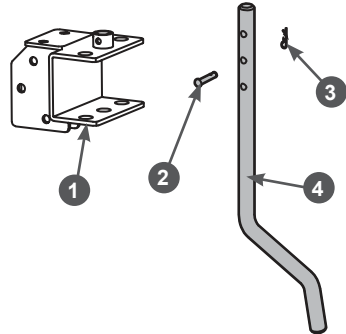

Рис. 15. Установка сошника
- Вставьте сошник 4 в центральное отверстие в заднем кронштейне 1 рамы, совместите нужное отверстие в сошнике с отверстием в кронштейне, вставьте палец 2 и зафиксируйте палец шплинтом 3 (Рис. 15).